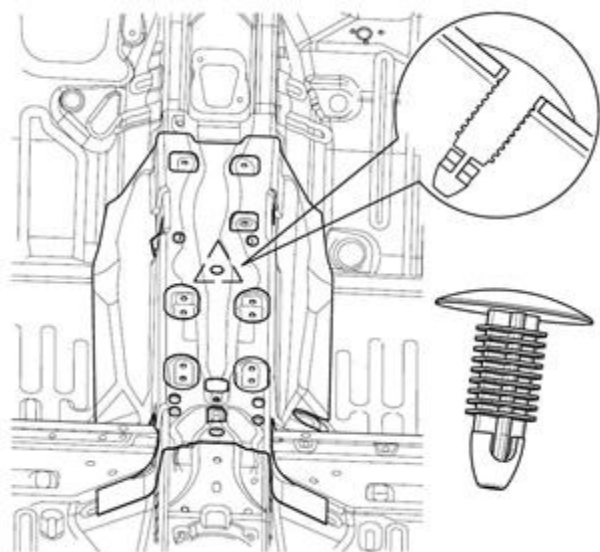

图 4-7-8-1 副仪表台总成拆卸示意图
(1) 用一字螺丝刀将副仪表板台隔热层固定卡扣（BL5108）撬松（如图 4-7-8-1 所示），将卡扣取下，副仪表台隔热层方可取出。